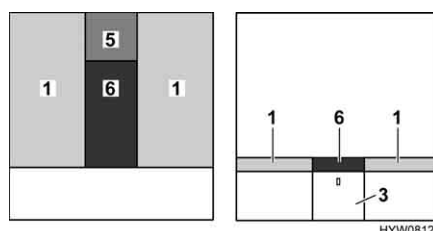

Bild 88 Nach dem Umbau
- Das Zusatzpolster (Bild 88,5) auf das Nachtschränkchen legen.
- Das Zusatzpolster (Bild 88,6) zwischen die Matratzen (Bild 88,1) legen.